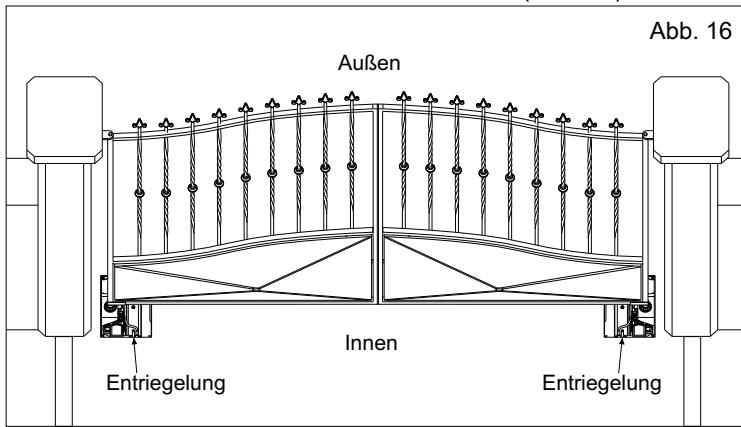

Abb. 16
4.2. Feststellen welcher der linke und welcher der rechte Antrieb ist, die Entriegelung muss sich auf jeden Fall immer auf der Innenseite des Grundstücks befinden. Siehe (Abb.16).